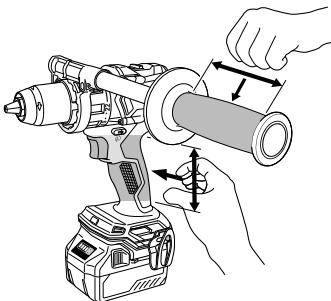

Fig. 1
**8. S'assurer de bien tenir l'outil pendant le fonctionnement. Le non-respect de cette consigne peut entraîner des accidents ou des blessures. (Fig.1)**